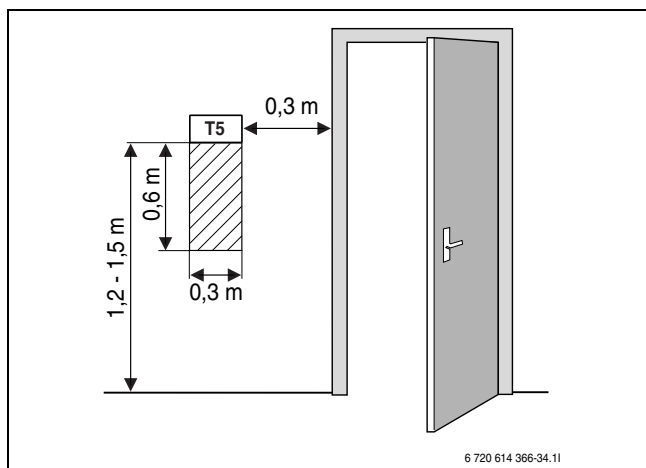

Bild 32 Rekommenderad monteringsplats för rumsgivare T5
- Obehindrad cirkulation av rumsluften under rumsgivaren T5 (streckad yta i bild 32 ska hållas fri).